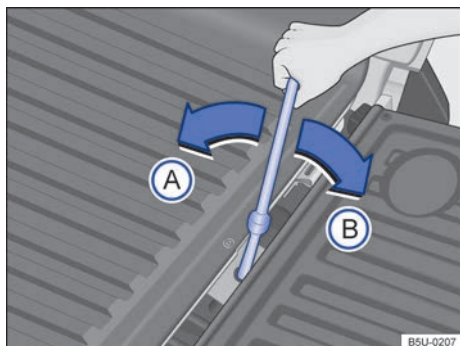

Fig. 166 En el compartimento de carga: acceso a la rueda de emergencia.
- Girar la llave de la rueda en sentido horario ⇒ fig. 166 (B) hasta el fin del curso del mecanismo, incluso después que la rueda haya apoyado totalmente en el piso. El fin de curso está caracterizado por el bloqueo del movimiento de la llave hacia el tope del mecanismo.
- Girar la llave de la rueda en sentido antihorario ⇒ fig. 166 (A), hasta el final del curso del mecanismo, que se caracteriza por el deslizamiento (giro “en falso”) de la llave.